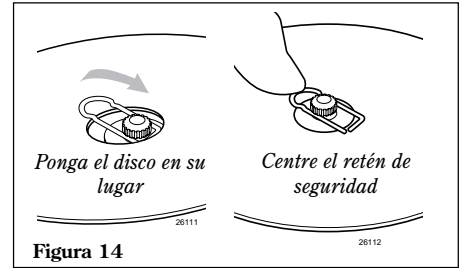

Figura 14
3. Encaje la cuchilla sobre el reten de seguridad y luego centrela sobre el borde del Soporte "A". Consulte la figura 14.
4. Asegure el disco en su lugar centrandolo sobre el borde del Soporte "A". Consulte la figura 14.